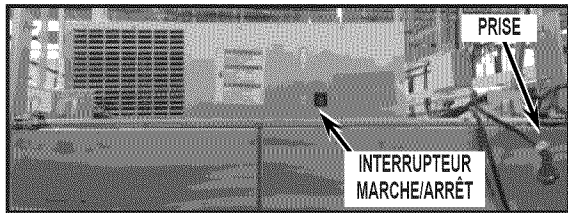

FIGURE 1
**REMARQUE :** Le boîtier haute tension (HT) peut paraître différent de celui illustré dans les instructions ou de celui à remplacer. Ne pas retirer de composants du nouveau boîtier pour remplacer des composants de l'ancien boîtier. Ce boîtier doit être installé dans son intégralité.
2. Trouver l'interrupteur marche/arrêt et le placer en position d'arrêt (OFF). Voir la *Figure 1*.